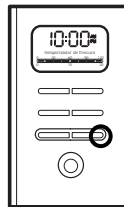

Figure 10
- Appuyez sur la touche sélection « Limpiar » jusqu'à ce que le voyant lumineux rouge nettoyage « Limpiar » s'allume (figure 10). Par mesure de commodité, ce cycle est automatique. Il prendra entre 45 et 60 minutes. Au cours de ce détartrage, la cafetière: